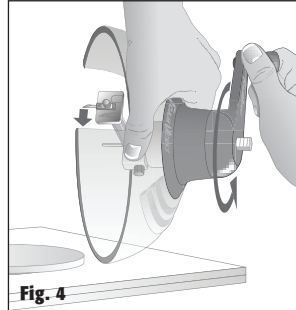

Fig. 4
- 4 Before setting down the cutter, stand the Circle Cutter on its side. With one hand on the **Hand Grip Ridges**, turn the cutting knob in a counterclockwise position until the blade returns to the highest position (**Fig. 4**).
- Avant de poser la scie, placer la scie cloche sur son flanc. Avec une main sur les rainures de prise en main, faire tourner le pommeau de découpe dans le sens inverse des aiguilles d'une montre jusqu'à ce que la lame revienne à sa position la plus remontée (Figure 4).